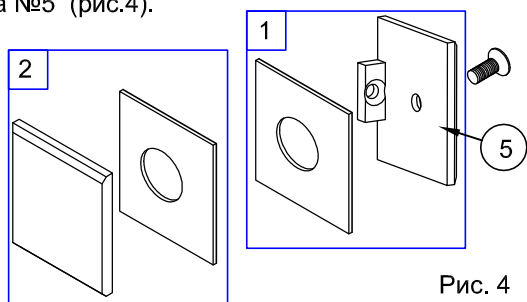
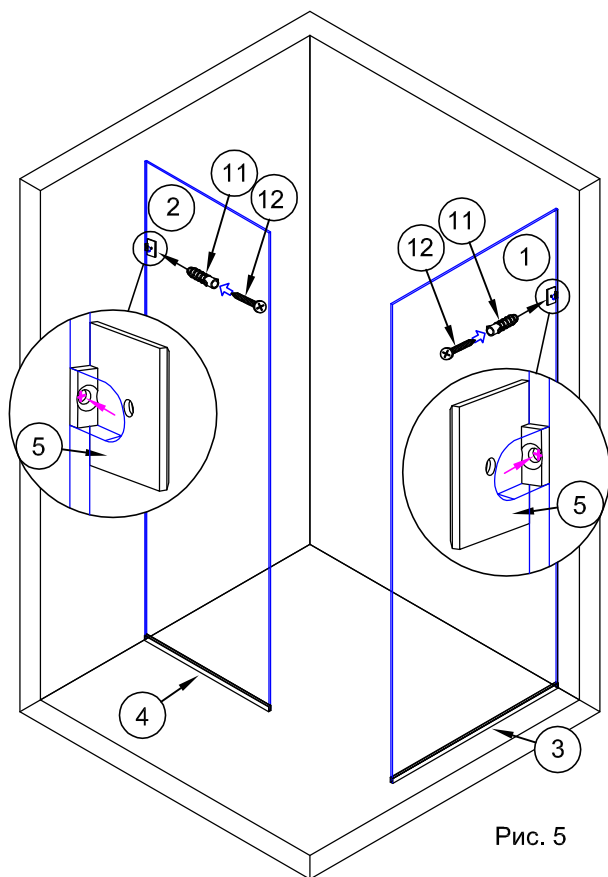

Рис. 4
Рис. 5
2.1. Шестигранным ключом раскрутить держатели стекла №5 (рис.4).
2.2. С внутренней стороны стекол в вырезы установить комплекты 1 держателей (рис.4). Отметить на стенах места отверстий для крепления держателей №5 (рис.5). Отставить стекла и держатели в сторону.
Вставить в отверстия дюбели №11. При необходимости использовать молоток. (рис. 5)